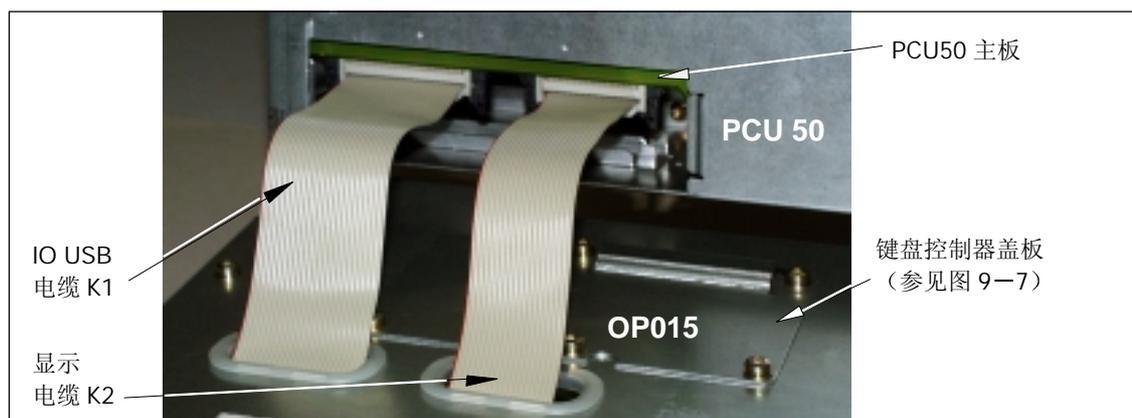

图 9-2 OP015 箱体背面连接：PCU50 连接
在背面有两个用于连接 PCU 的扁平电缆（图 9-2）：
4. 把 OP015 的电缆插头 K1 和 K2 插入到 PCU50 箱体后侧开口的对应的插座中（参见图 9-2）。确保插头插入，听到卡上的声音，并合上插销。